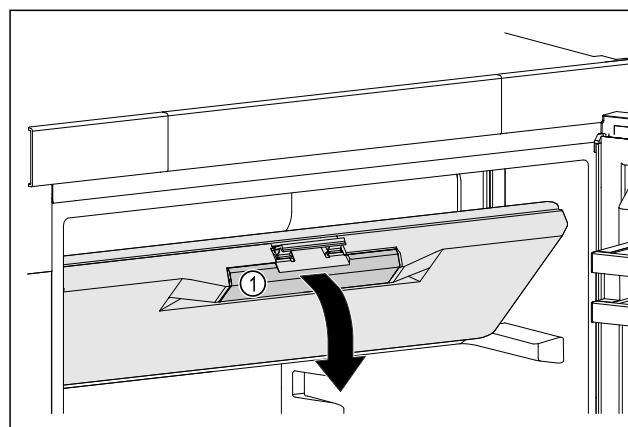

Fig. 48
- Vriesvakdeur aan de verzonken grepen Fig. 48 (1) vastpakken.